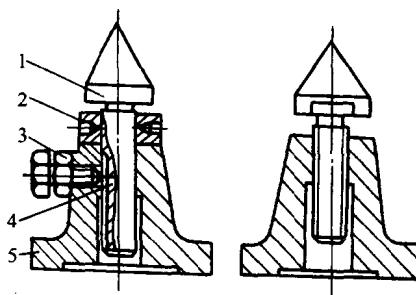
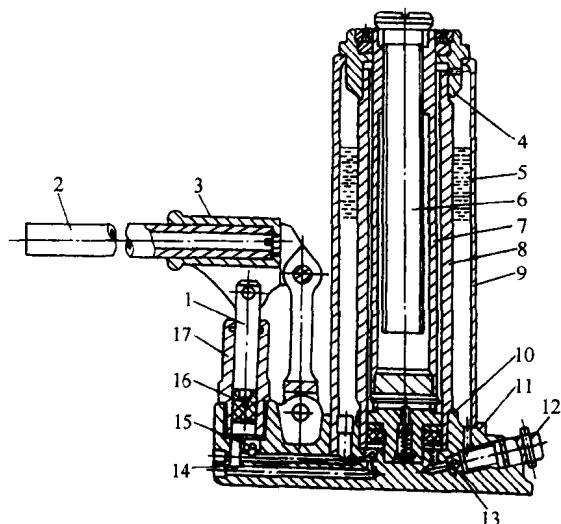

图1-5 螺旋式千斤顶
图1-6 液压千斤顶
5. 千斤顶 千斤顶是一种小型的起重工具。其主要用来起重小型设备、零部件或重物。千斤顶的体积小，操作简单、使用方便。机修钳工常用的千斤顶有螺旋式的（见图1-5）、油压式的（见图1-6）。